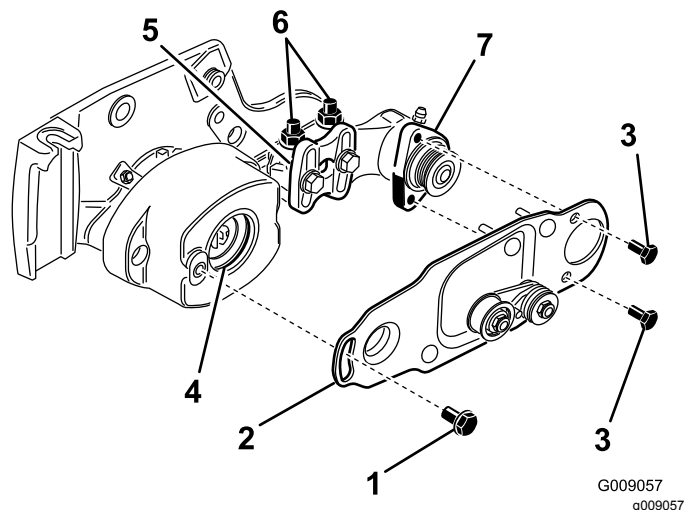

Figura 11
10. Aplique uma película de massa lubrificante no diâmetro interior do olhal, na caixa de rolamentos (Figura 11).
11. Desaperte, mas não remova, os parafusos que fixam caixa de rolamentos da escova do rolo ao suporte de montagem da mesma (Figura 11).
12. Instale a placa de articulação da escova do rolo (Figura 11).
13. Aplique Loctite 243 (azul) aos dois parafusos de 5/16 pol. x 5/8 pol. e utilize-os para montar a placa da escova na caixa de rolamentos da escova do rolo (Figura 11).
- Desaperte as duas porcas de retenção flangeadas que fixam o suporte de montagem da escova do rolo à placa lateral da unidade de corte (Figura 11).
- Rode a caixa de rolamentos da escova do rolo, até que a placa da escova fique paralela à placa lateral da unidade de corte (**Figura 11**).
- Aperte as duas porcas de bloqueio flangeadas que fixam o suporte de montagem da escova do rolo à placa lateral da unidade de corte (**Figura 11**).
18. Aplique Loctite 243 (azul) ao parafuso com olhal (**Figura 11**). Prenda a placa da escova na caixa da escova do rolo com o parafuso com olhal. (**Figura 11**).